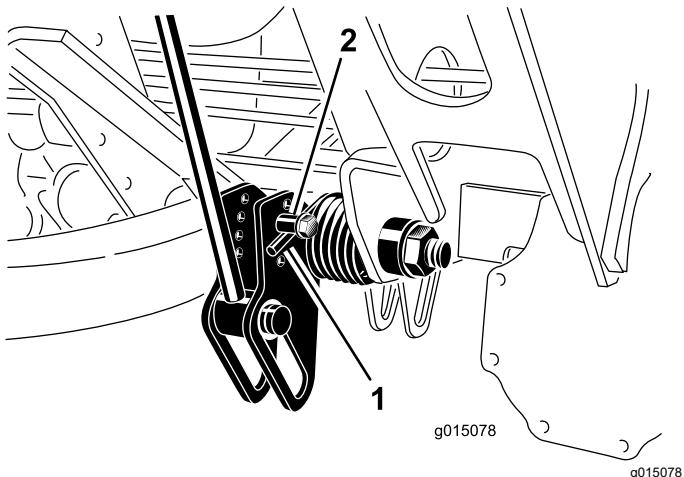

Figura 40
2. Infilate un tubo o un oggetto similare sull'estremità della molla lunga al fine di allentare la tensione della molla durante la messa a punto (Figura 40).
- Mentre allentate la tensione della molla, togliete il bullone e il dado di bloccaggio che fissano l'attuatore della molla alla staffa (Figura 40).